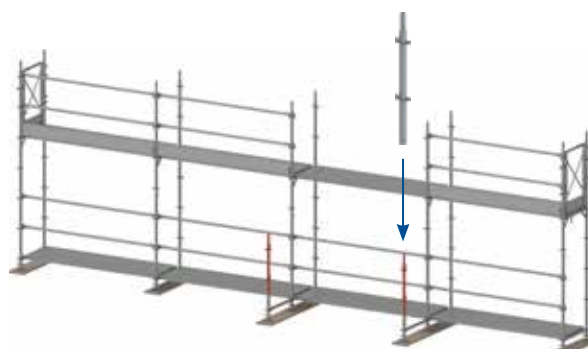

Figure 34 : Montage du montant de garde-corps.
2. Poser les montants de garde-corps de 1,00 m sur les poteaux d'embase (voir figure 34). Diriger les goujons de garde-corps contre l'échafaudage.